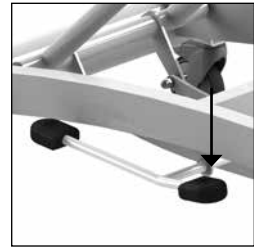

Abbildung 6 Absenken.
- Die Liege wird nach unten bewegt, indem das kurze Teil des Fußpedals gedrückt wird (Siehe Abbildung 6).